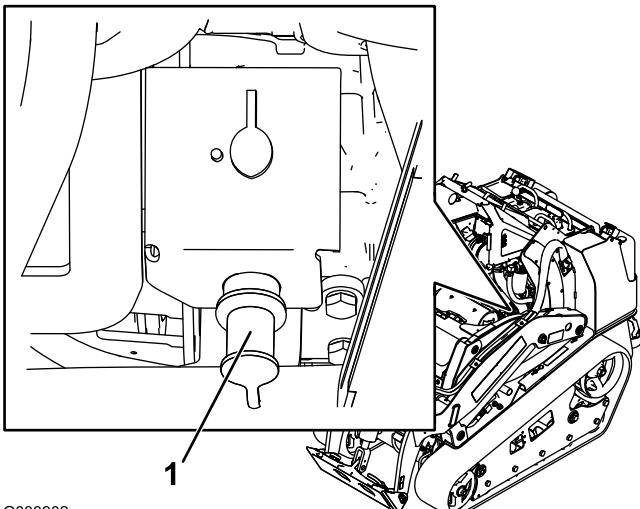

Figure 51
2. Retirez le capuchon de la borne positive de la batterie déchargée (Figure 51)
3. Connectez une extrémité du câble de démarrage positif (+) à la borne positive de la batterie déchargée (Figure 51).